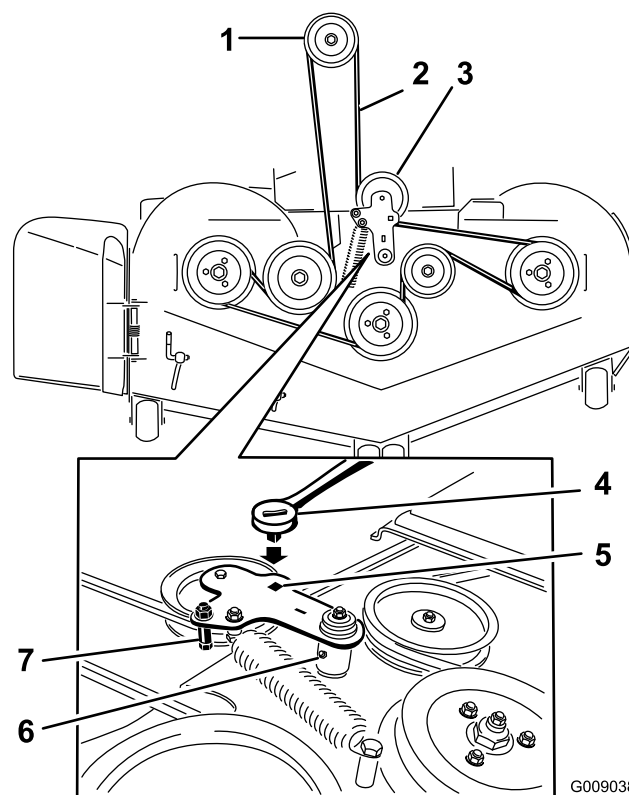

Figura 87
5. Utilice una llave de carraca en el taladro cuadrado del brazo tensor para aliviar la tensión del muelle tensor (Figura 87).
7. Instale la guía de la correa en el brazo tensor tensado con muelle (Figura 87).
9. Pase la correa nueva alrededor de las poleas del cortacésped y de la polea del embrague, debajo del motor (Figura 87).
10. Instale la guía de la correa en el brazo tensor (Figura 87).
11. Utilizando la llave de carraca en el taladro cuadrado, instale el muelle tensor (Figura 87).